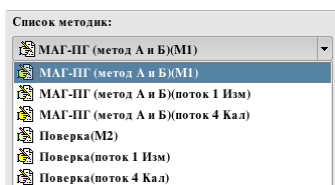

Рис.2.4-2
- Список методик — при помощи раскрывающегося списка осуществляется выбор методики (в том числе возможно с выбором конкретного интересующего потока методики) хроматограмму которого Пользователь желает проанализировать. Пример вариантов выбора приведён на Рис.2.4-2: